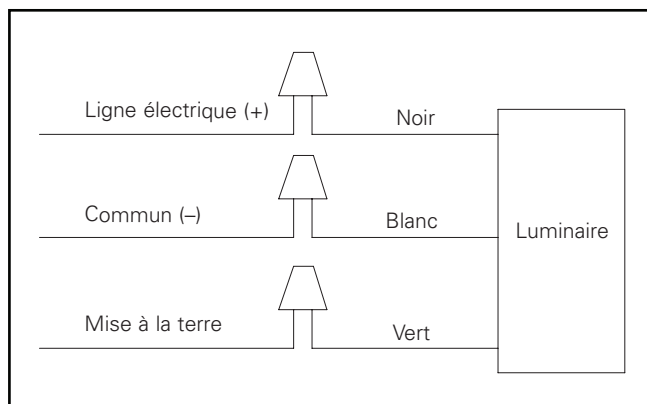

Figure 3.
4. Consultez le schéma de câblage pour effectuer les raccords (fig. 3).
4. Installez le plateau-écrou fourni et maintenez-le à l'intérieur du poteau. Le luminaire soutenu, alignez les deux (2) fixations (1,27 cm [1/2 po-13]) dans le bras, dans l'adaptateur de poteau (s'il est présent) et dans le motif de trous passant du poteau au plateau-écrou. Serrez-les à la main pour vous assurer que le luminaire est aligné avant de le serrer complètement.
6. En utilisant le serre-câbles fourni dans la plaque d'écrou pour habiller les fils selon les besoins à l'intérieur du poteau, connectez les fils d'alimentation aux fils du luminaire appropriés (fig. 3).
- Consultez le schéma de câblage pour effectuer les raccords (fig. 3).